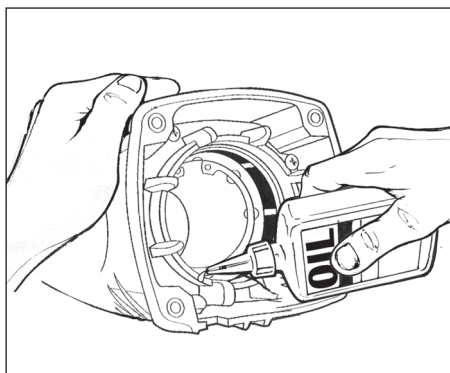

Figure 16
7. Incliner vers le haut l'assemblage du moteur et appliquer 3 ou 4 gouttes d'huile régulièrement espacées sur le pourtour de la partie supérieure de la chambre de combustion. Étaler l'huile uniformément au doigt (voir la figure 16).